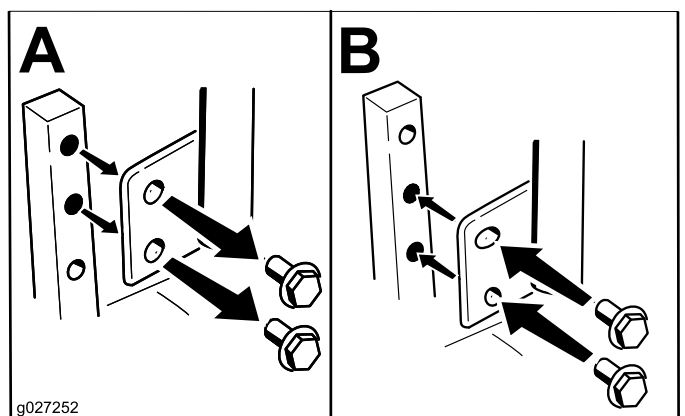

Figura 21
Potete regolare le leve di controllo del movimento più in alto o in basso al fine di ottenere il massimo comfort (Figura 21).
2. Allentate il bullone inferiore appena a sufficienza per ruotare la leva di controllo in avanti o all'indietro (Figura 21).